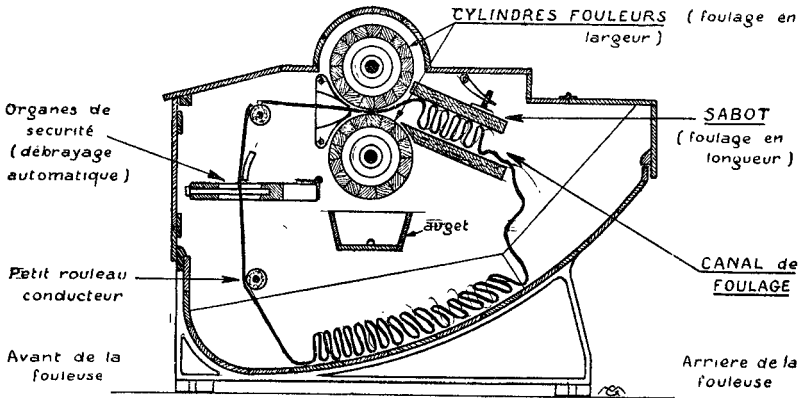

Fig. 40. — FOULAGE DES TISSUS DE LAINE. — Fouseuse à cylindres pour draperie.
**Conduite du foulage.** — La figure 40 représente une fouleuse à cylindres, d'un modèle couramment employé en draperie.